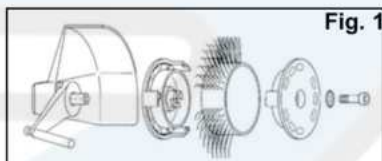
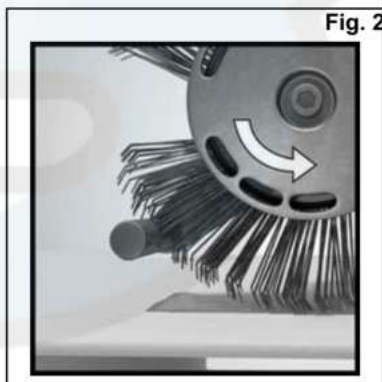

Fig. 1
Fig. 2
3. Interrumpa el suministro de aire comprimido y, a continuación, sujete correctamente el Anillo de Púas Bristle Blaster® de 23 mm, o bien, de 11 mm con el correspondiente Adaptador (observe la dirección de marcha) y la arandela de frenado den- tellado prevista para tal fin y el tornillo en la herramienta. Véase Fig. 1 y Fig. 2
- ¿Está marchando el Anillo de Púas en el sentido opuesto al correcto? – Alinee el Anillo de Púas de tal manera que marche en la dirección prescrita (véase Capítulo 7, Puesta en funcionamiento, Fig. 2).